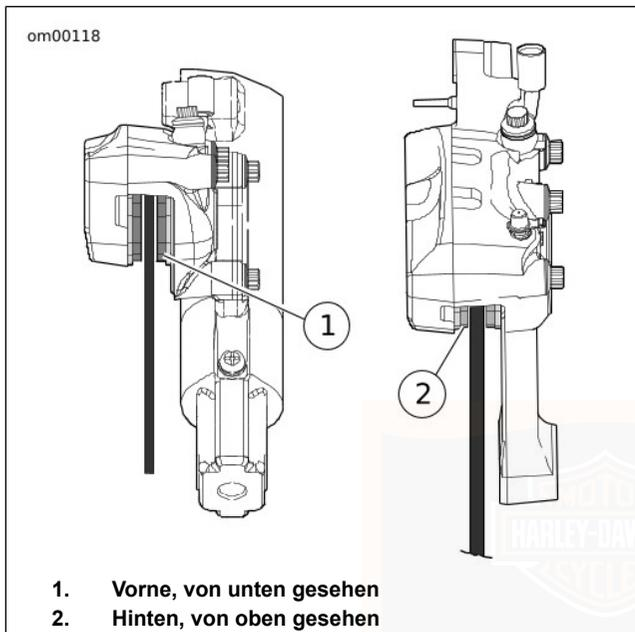

Abbildung 51. Bremsbelagmaterial
1. Siehe Abbildung 51. Die Bremsscheibe prüfen, wenn diese gedreht wird. Die Scheibe muss schlagfrei im Bremssattel laufen.